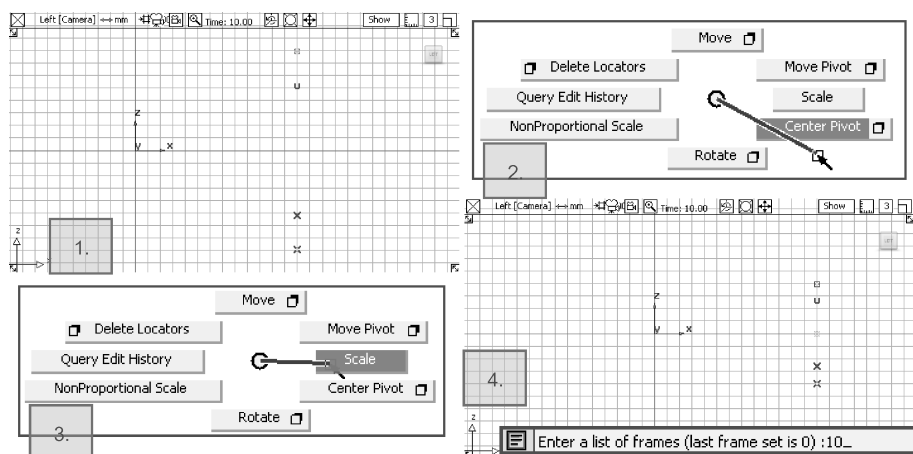

图 7-51 设置终点关键帧
- 03 使用移动工具，将曲线水平移动到曲线的右侧，执行鼠标中键标记菜单中【Center Pivot】命令，然后执行鼠标中键标记菜单中【Scale】命令，等比缩放该曲线。执行【Animation】|【Keyframe】|【Set Keyframe】命令，在提示行中输入 10，将此位置作为动画的终点关键帧，如图 7-51 所示。